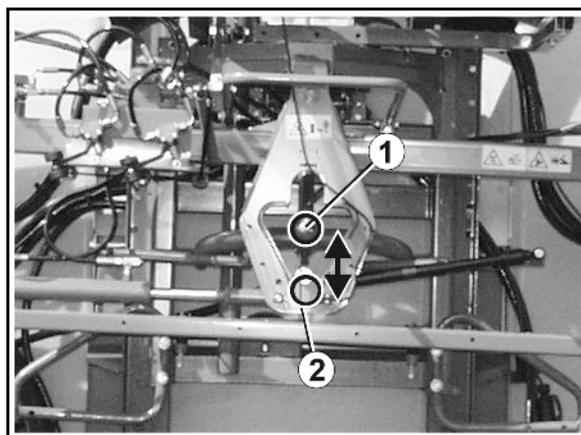

Bild 39
Frigöring av svängningsdämpning (Bild 39/1):
- Då svängningsdämpningen (Bild 39/1), är frigjord, indikeras detta i **AMATRON⁺** displayen med en öppen hänglås-symbol.
Låsning av svängningsdämpning (Bild 39/1):